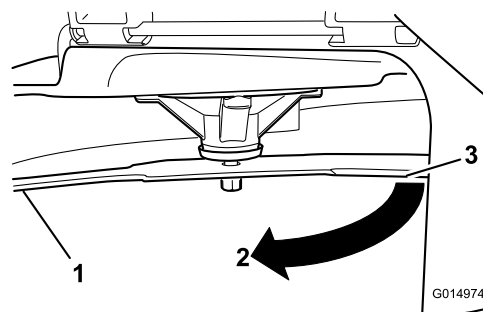

Figura 57
4. Rode a mesma lâmina 180 graus para que a extremidade de corte oposta fique na mesma posição (Figura 57).